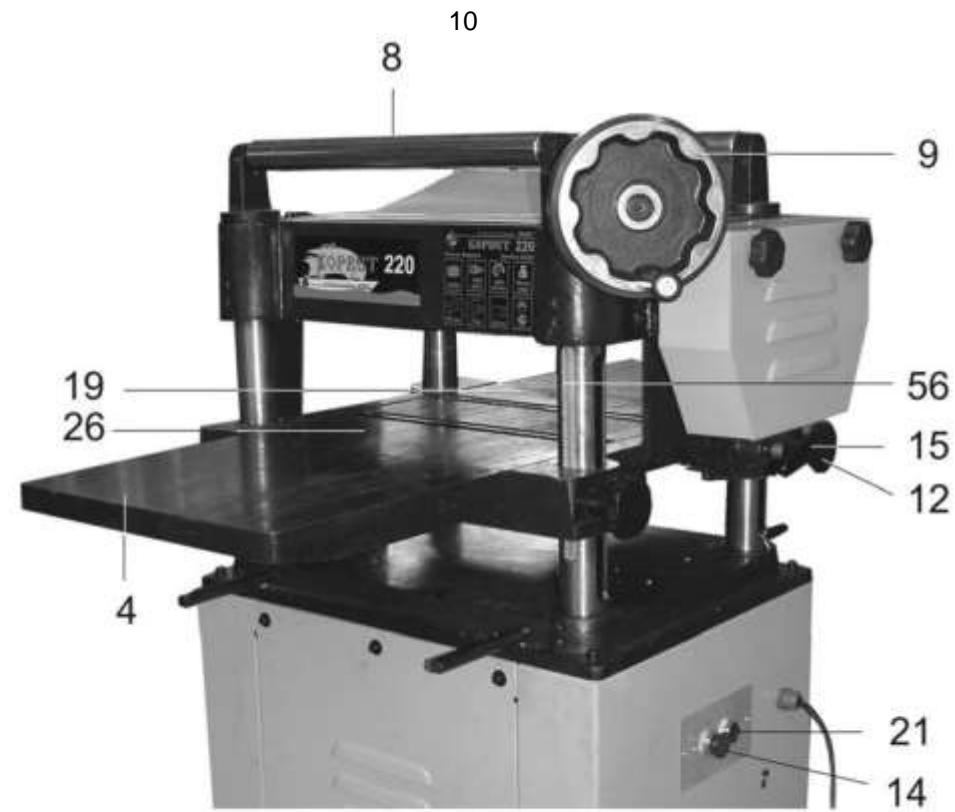

Рис.15
### 11. СТРОГАНИЕ (Рис.15)
Станок оснащен магнитным пускателем, предотвращающим самопроизвольное включение станка после несанкционированного отключения питания. Станок включается нажатием зеленой кнопки (21), а отключается нажатием на красную кнопку (14) магнитного пускателя, Рис.15.